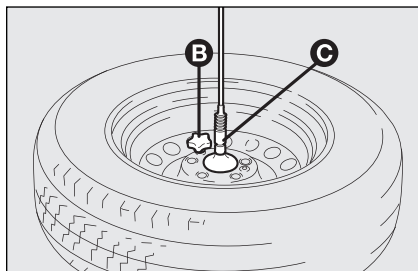

fig. 7
- ☐ trek het kapje **B**-fig. 7 los, haak de borgkabel los, draai de twee bouten los en maak het wiel los van de getande steun **C**;